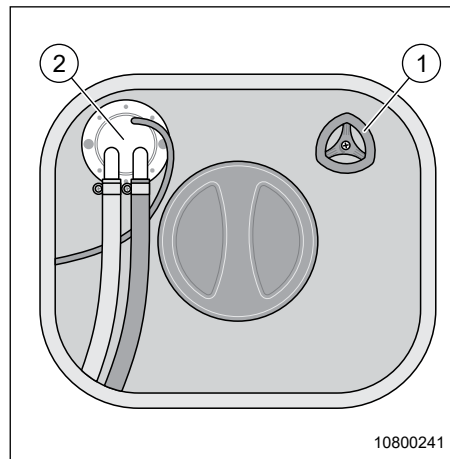

Fig. 105 Réservoir d'eau fraîche
3. Tourner le robinet de vidange (Fig. 105, Pos. 1) dans le sens horaire pour fermer le réservoir d'eau fraîche.
Serrer le robinet de vidange (Fig. 105, Pos. 1), Pos. 1) à la main. Ne pas le fermer en le forçant !
3. Tourner le robinet de vidange (Fig. 105, Pos. 1) deux tours dans le sens anti-horaire et ouvrir le réservoir d'eau.
6. Fermer le robinet de vidange (Fig. 105, Pos. 1) dans le sens horaire.